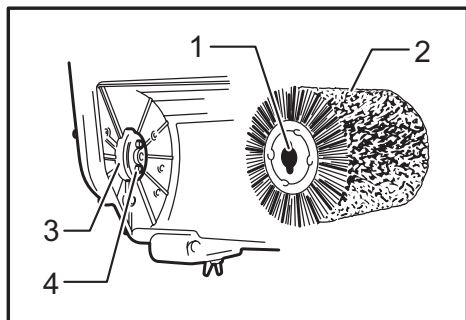

Fig.4
► Fig.4: 1. Notch 2. Wheel 3. Spindle 4. Pin